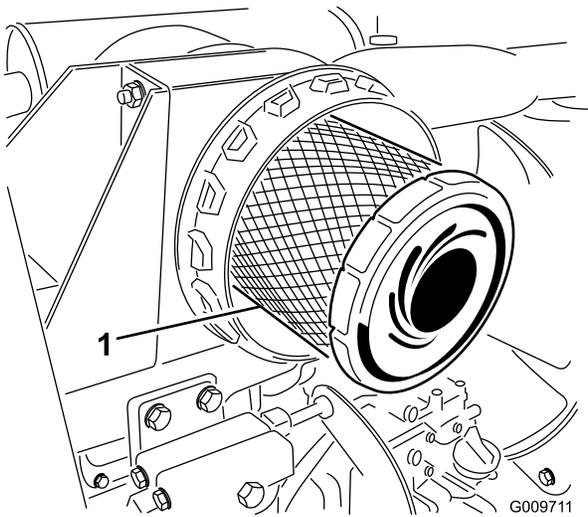

Figura 28
3. Retire y cambie el filtro primario (Figura 28).